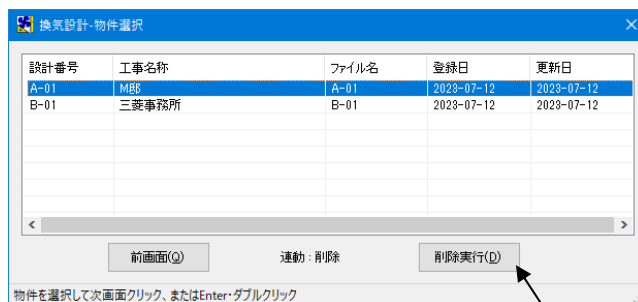

図3
削除したい番号を「↑」「↓」キーかクリックで指定し、「削除実行(D)」ボタン(図3-①)をクリックすると削除されます。